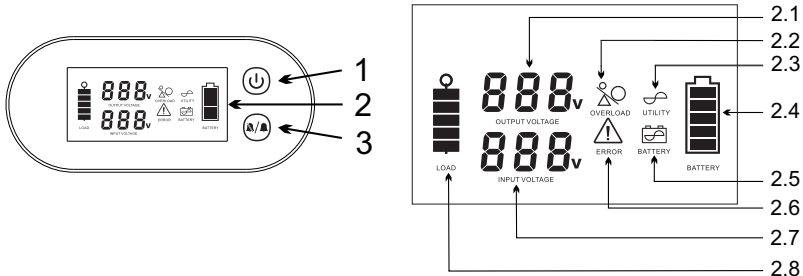

Рис.1 – Передняя панель и информация на дисплее
- 5.2. Элементы управления, расположенные на передней панели устройства, а также индикация рабочих параметров ИБП приведены на рис.1.